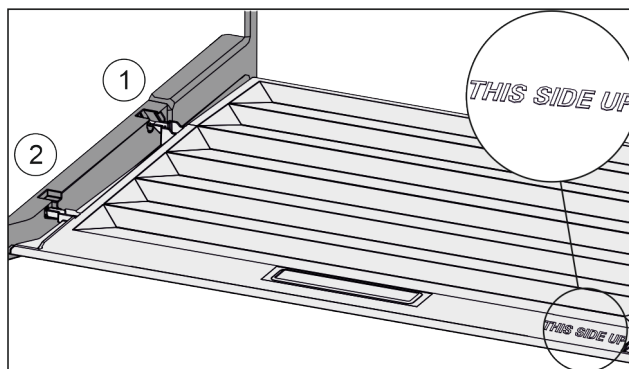

Fig. 26
- ▶ Výstupky víka zaveďte do zadních držáků Fig. 26 (1) a vpředu zaklesněte do držáku Fig. 26 (2).